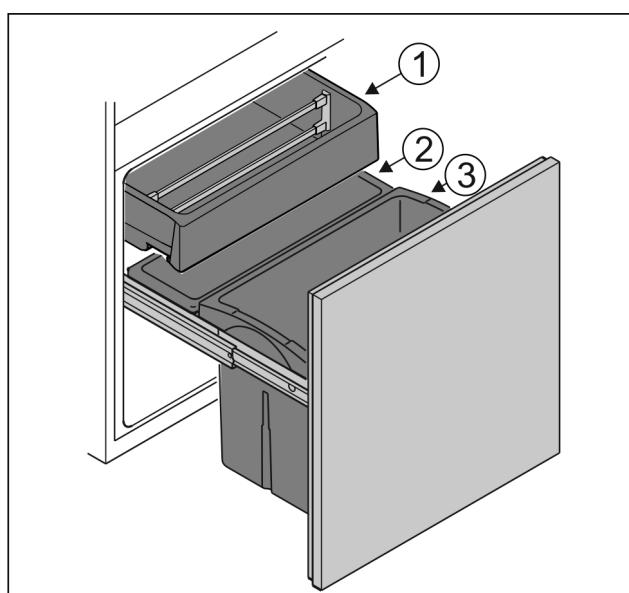

Fig. 6
- Behälter Fig. 6 (1): Unverpacktes Gemüse und Süßfrüchte lagern.
- Behälter Fig. 6 (2): Unverpackte kleine Obst- und Gemüsesorten lagern.
- Behälter Fig. 6 (3): Einzelne Flaschen lagern.